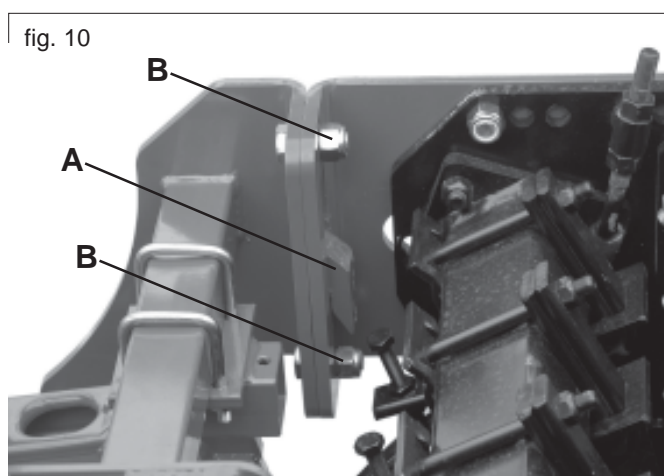

fig. 10
- 4) Utiliser le tracteur avec un maximum d'attention pour rapprocher la herse rotative des barres de semis et les accrocher de la façon indiquée sur la figure 10 (A) à l'aide de l'élèveur.
- 5) Bloquer le couple herse rotative et barres de semis avec les vis fournies (B, Fig. 10).